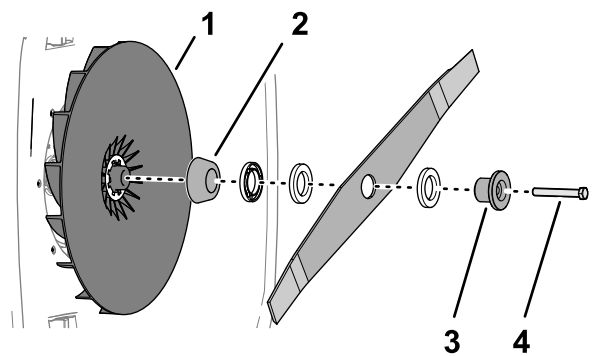

Figur 21
3. Bruk en treblokk til å holde kniven fast (Figur 21).
4. Bruk en skrunøkkel til å fjerne kniven ved å dreie boltene mot klokken (Figur 21).